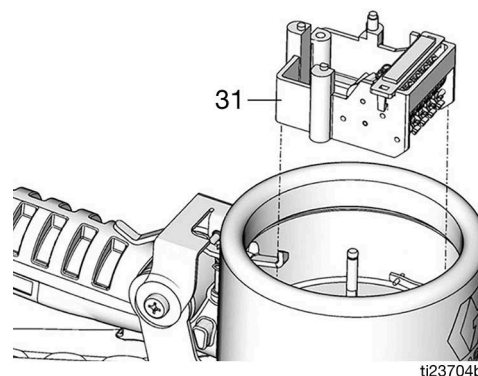

FIG. 31
- Installare il gruppo del contatore (31) (FIG. 31).